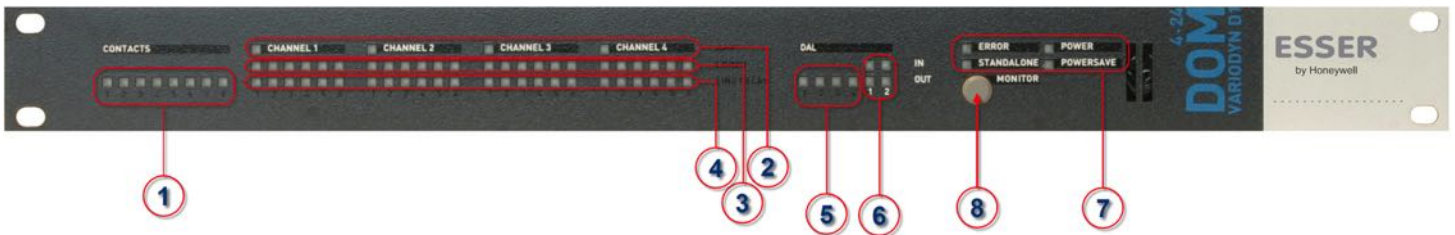

Рисунок 1- Лицевая панель модуля DOM (4-24)
3. Группа индикаторов “Error (Line)” (Ошибки на линиях) для отображения неисправных линий оповещения. DOM 4-8 имеет 8 таких индикаторов, DOM 4-24 (см. рис. 1) имеет 24 индикатора
4. Группа индикаторов “Line Relay” (Линейные реле) для отображения активных линий оповещения. DOM 4-8 имеет 8 таких индикаторов, DOM 4-24 (см. рис. 1) имеет 24 индикатора